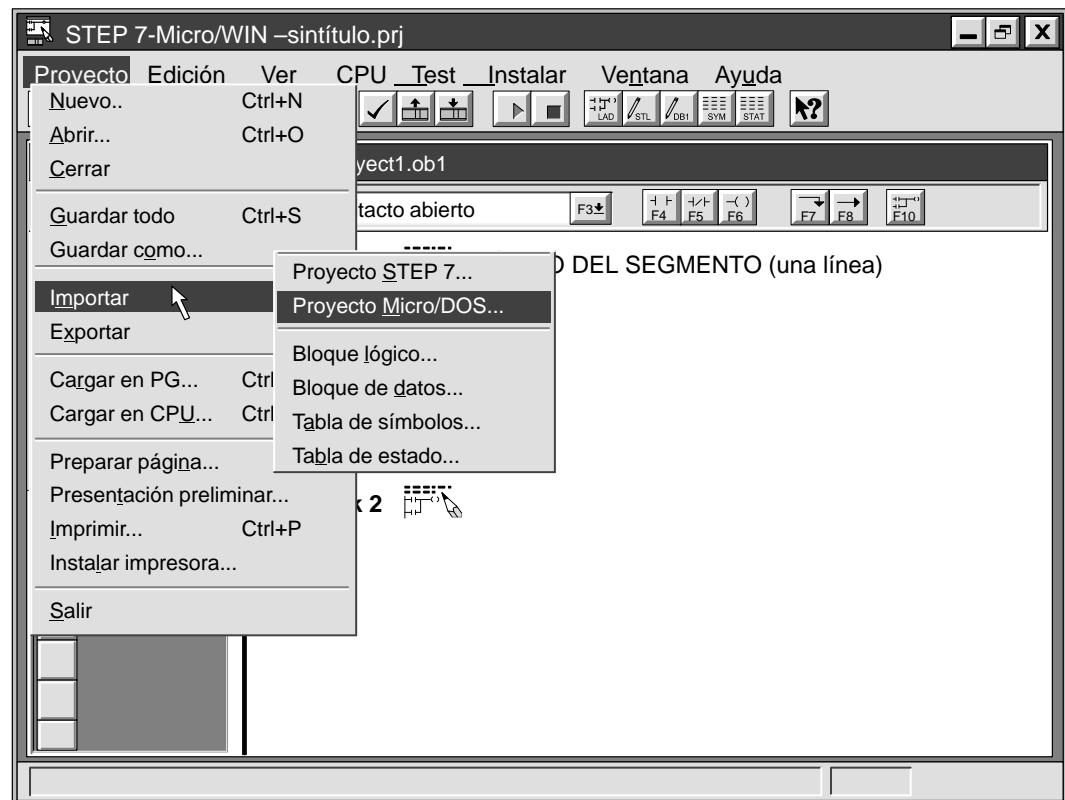

Figura E-2 Importar un archivo de STEP 7-Micro/DOS
2. Elija los comandos de menú **Proyecto ▶ Importar ▶ Proyecto Micro/DOS...** como muestra la figura E-2.